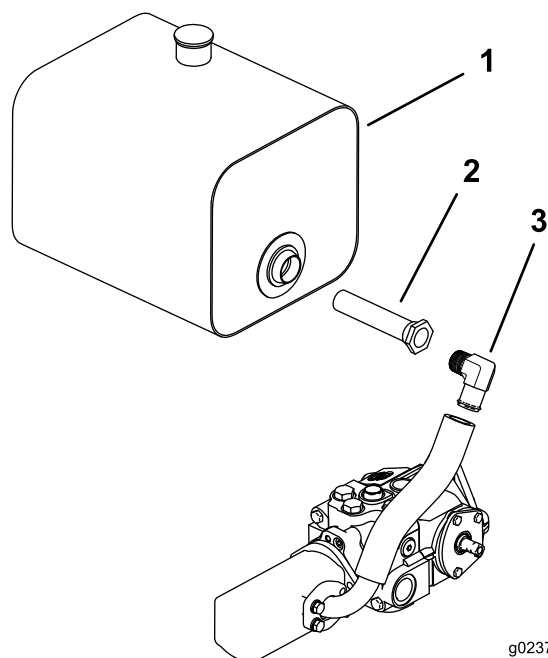

Figure 44
8. Débranchez le flexible du raccord coudé et déposez le raccord coudé (Figure 44).